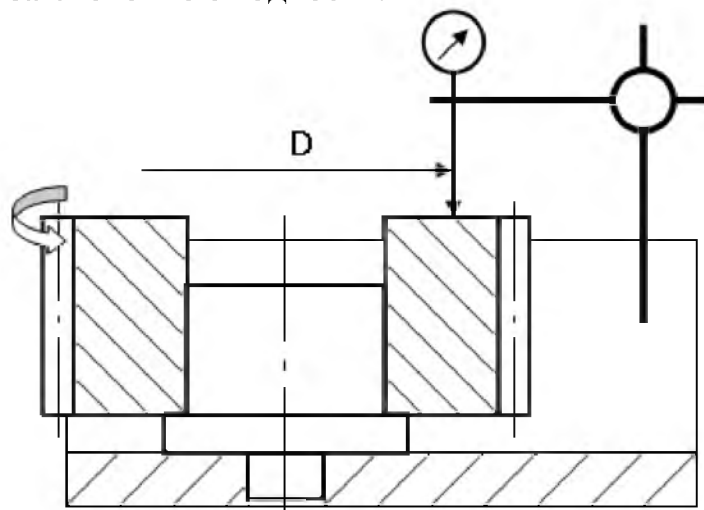

Рис. 2. Схема измерения торцевого биения зубчатого колеса
- установить оправку и расположить на ней зубчатое колесо (рис.2),
- собрать штатив, установить его на скобе (необходимо обеспечить беззазорность конструкции) и закрепить на нем индикатор часового типа так, чтобы щуп располагался перпендикулярно торцу зубчатого колеса (рис.2),